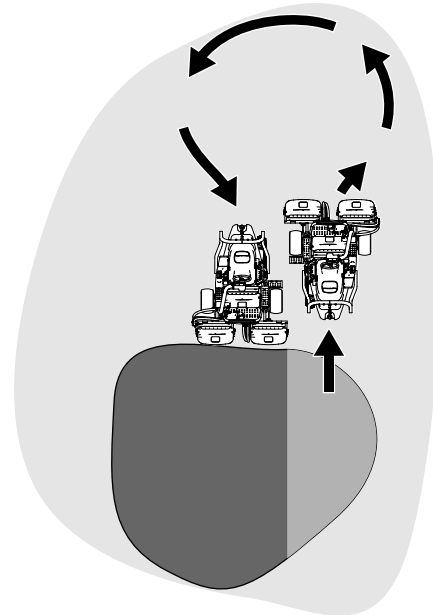

Figura 23
- Para ganar tiempo y facilitar la alineación correcta para la pasada siguiente, gire la máquina momentáneamente en la dirección opuesta, y luego gire hacia la parte que todavía no está cortada, para completar un giro en forma de lágrima (Figura 23) y alinearse rápidamente para la siguiente pasada.